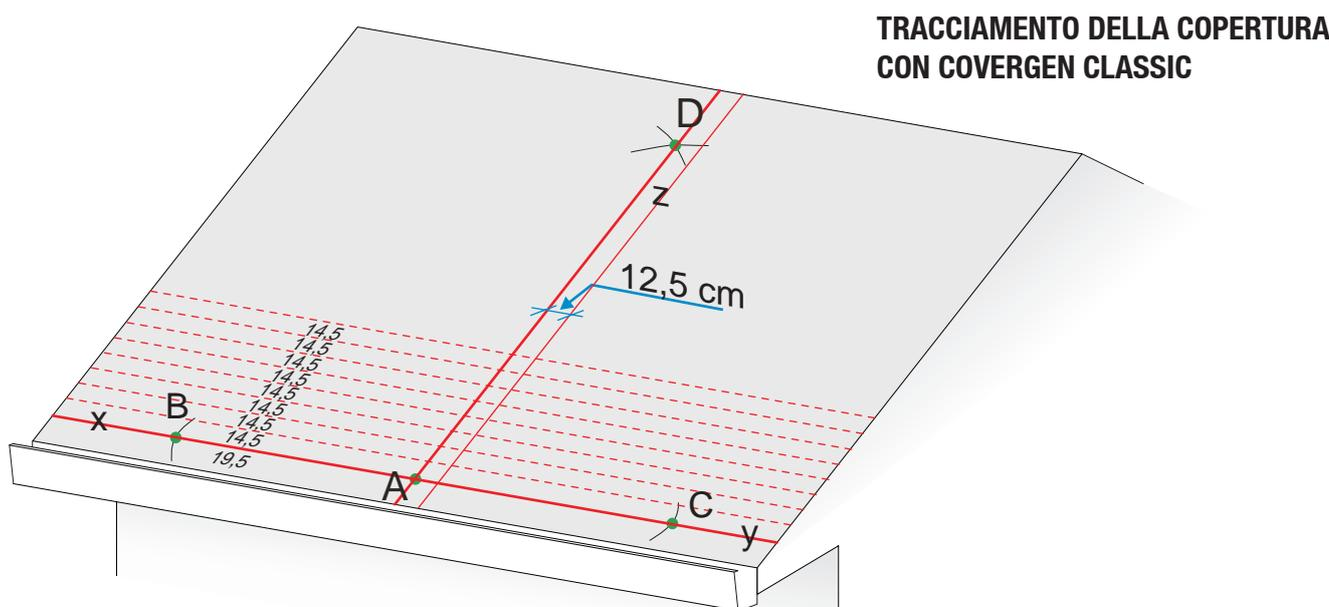

Fig. 1 - Tracciamento della copertura
- Partendo dalla linea *xy* tracciare delle linee orizzontali e parallele alla stessa, ad una distanza di cm 14,5 fra di loro fino ad arrivare al colmo (**Fig. 1**).